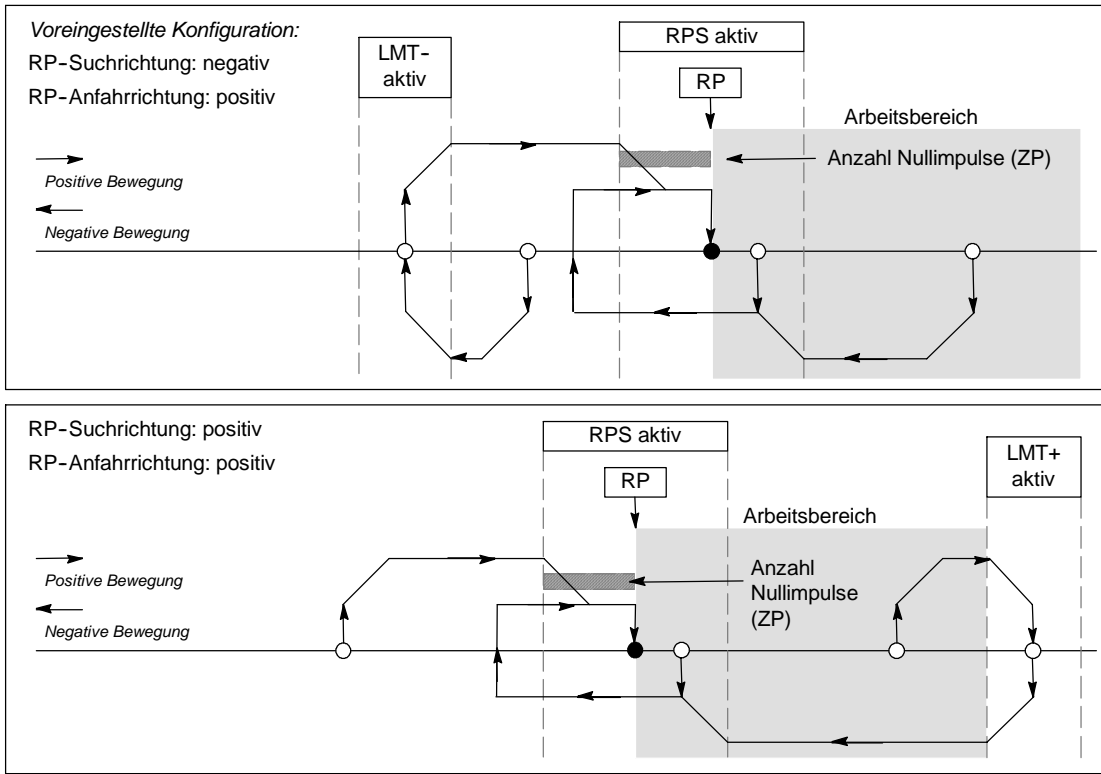

Bild 9-24 RP-Suche: Modus 4
- Bild 9-24 zeigt zwei der Optionen für den RP-Suchmodus 4. In diesem Modus wird die Lage des RP als angegebene Anzahl Nullimpulse (ZP) innerhalb des aktiven Bereichs des Eingangs RPS ermittelt.